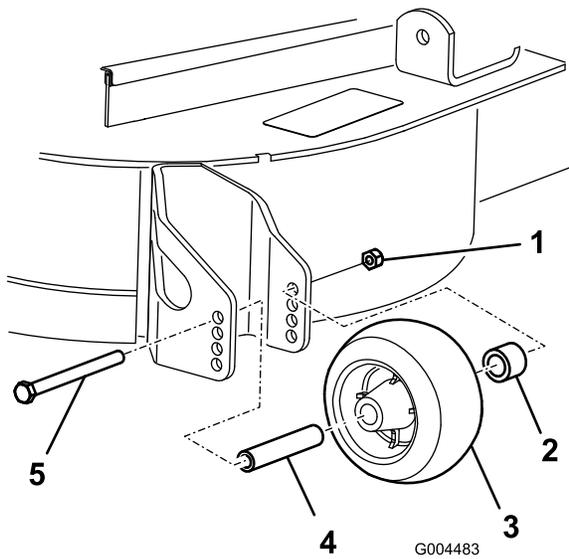

Bild 18
3. Nach dem Einstellen der Schnitthöhe sollten Sie die Rollen einstellen. Nehmen Sie die Bundmutter, die Büchse, das Distanzstück und die Schraube ab (Bild 18).
5. Setzen Sie die Bundmutter, die Buchse, das Distanzstück und die Schraube ein. Ziehen Sie sie auf 54-61 Nm an (Bild 18).